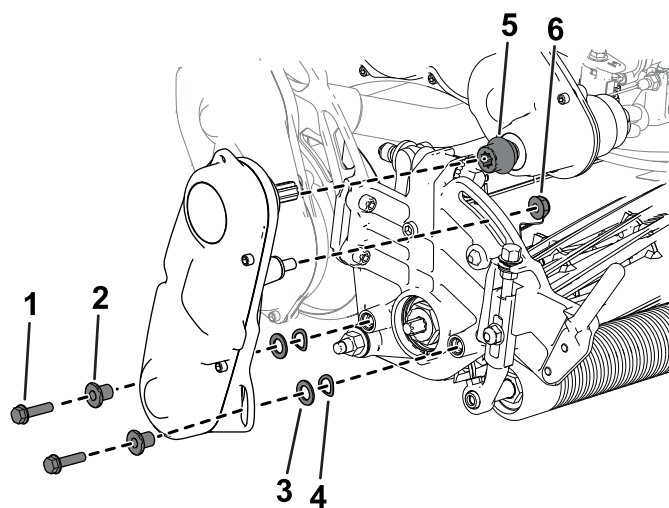

Figura 35
6. Utilice los tornillos allen, las arandelas y los espaciadores que retiró anteriormente para sujetar el conjunto de transmisión del molinete a la placa lateral de la unidad de corte (Figura 35).
Asegúrese de que el árbol del conjunto de transmisión del molinete está instalado en el acoplamiento del árbol de la transmisión (Figura 35).